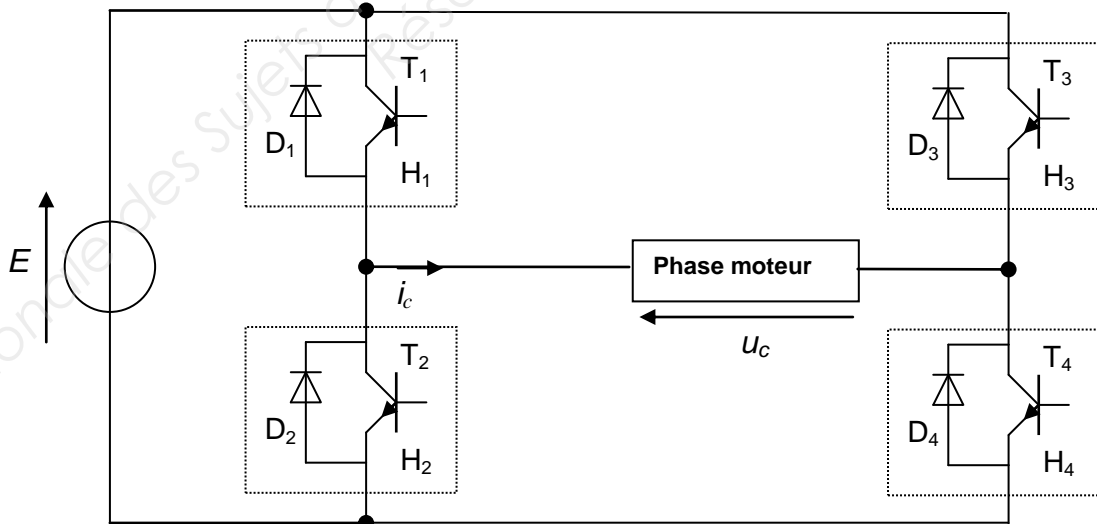

Figure 2
Le schéma d'une phase de l'onduleur triphasé qui alimente le moteur asynchrone est donné figure 2, document réponse 2.
2.1. Indiquer sur la figure 2 du document réponse 2 les branchements des différents appareils permettant de relever ces oscillogrammes.